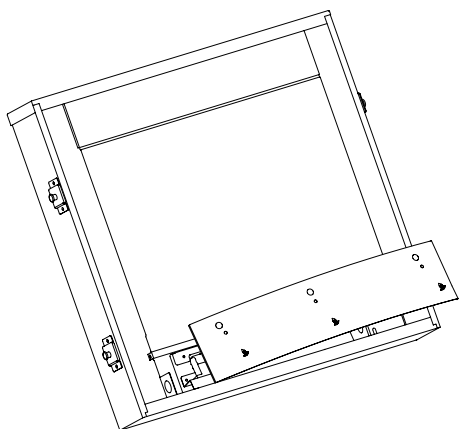

Abbildung 5
- Auf der Unterseite des Elektrokamins befindet sich eine Platte mit vier Schrauben, siehe Abbildung 5. Drehen Sie die vier Schrauben aus und entfernen Sie die Platte.